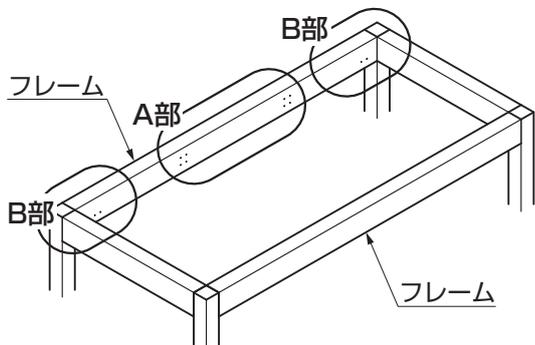
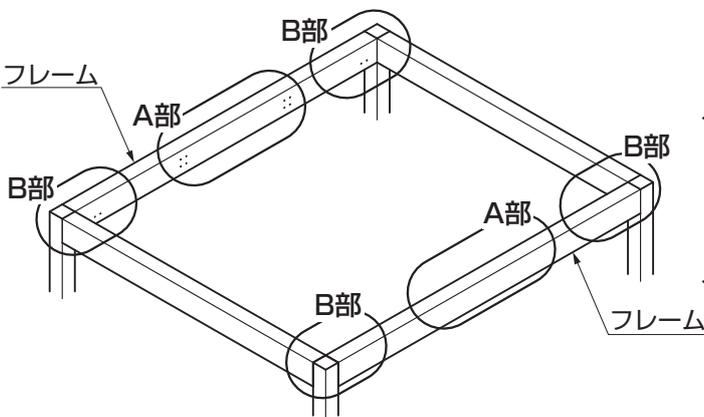
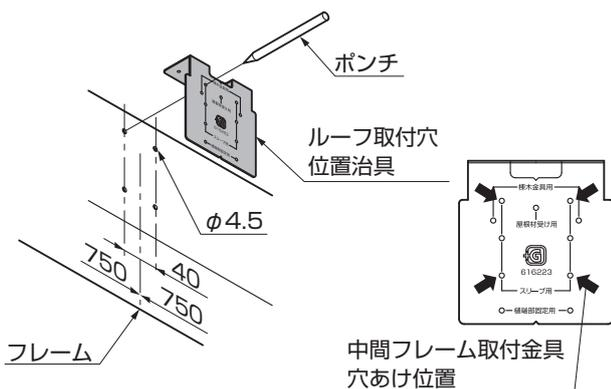
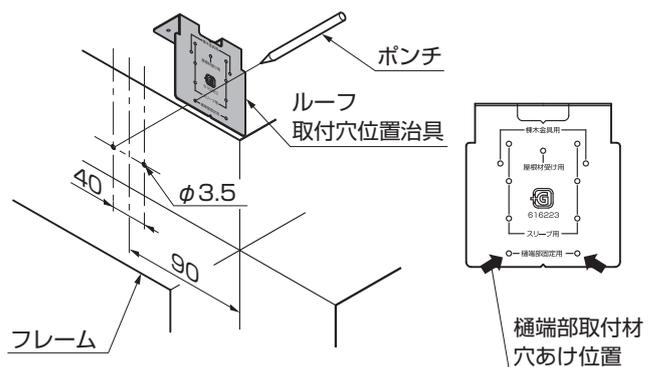

図2-1 シングルの場合
図2-3 ダブルの場合
図2-5 A部中間フレーム取付金具の穴あけ
図2-6 B部樋端部取付材の穴あけ
- ① ルーフ取付穴位置治具をあて、ポンチ等でケガキからドリルで $\phi 4.5$ の穴を雨樋を取付ける側のフレームにあけてください。(図2-1、図2-3、図2-5参照)
- ② フレーム面から90mm程度の位置にルーフ取付穴位置治具をあて、ケガキ、ドリルで $\phi 3.5$ の穴を雨樋を取付ける側のフレームにあけてください。(図2-1、図2-3、図2-6参照)